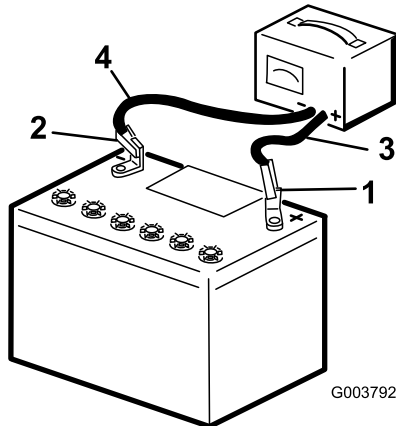

Bild 84
3. Schließen Sie das Minuskabel des Batterieladegeräts an den Minuspol der Batterie an (Bild 84).
5. Schließen Sie das Ladegerät von der Stromquelle ab, wenn die Batterie ganz aufgeladen ist. Klemmen Sie dann die Ladegerätkabel von den Batteriepolen ab (Bild 84).